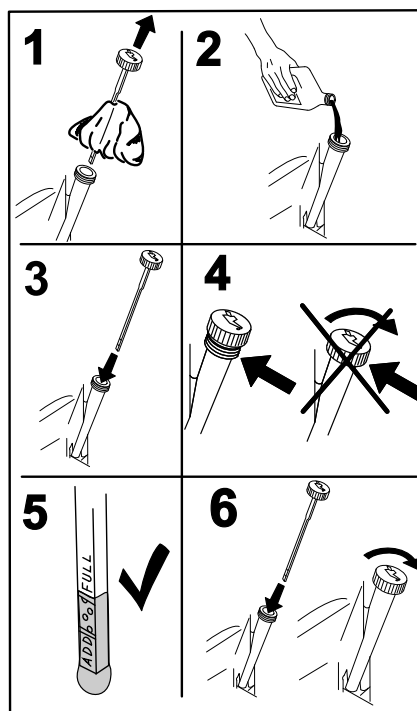

Figure 46
5. Versez lentement environ 80 % de l'huile spécifiée dans le tube de remplissage, puis faites l'appoint lentement pour faire monter le niveau jusqu'au repère maximum (**Full**) (Figure 46).